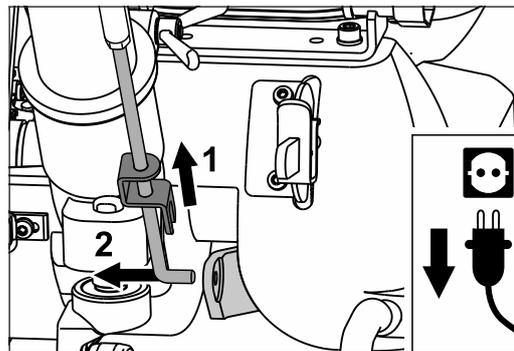

Abb. 35 Den Verschluss nach oben schieben (1) und das Gestängeunterteil aushängen (2).
- 11 Hängen Sie das Gestängeunterteil an der Abhebevorrichtung aus (Abb. 35).